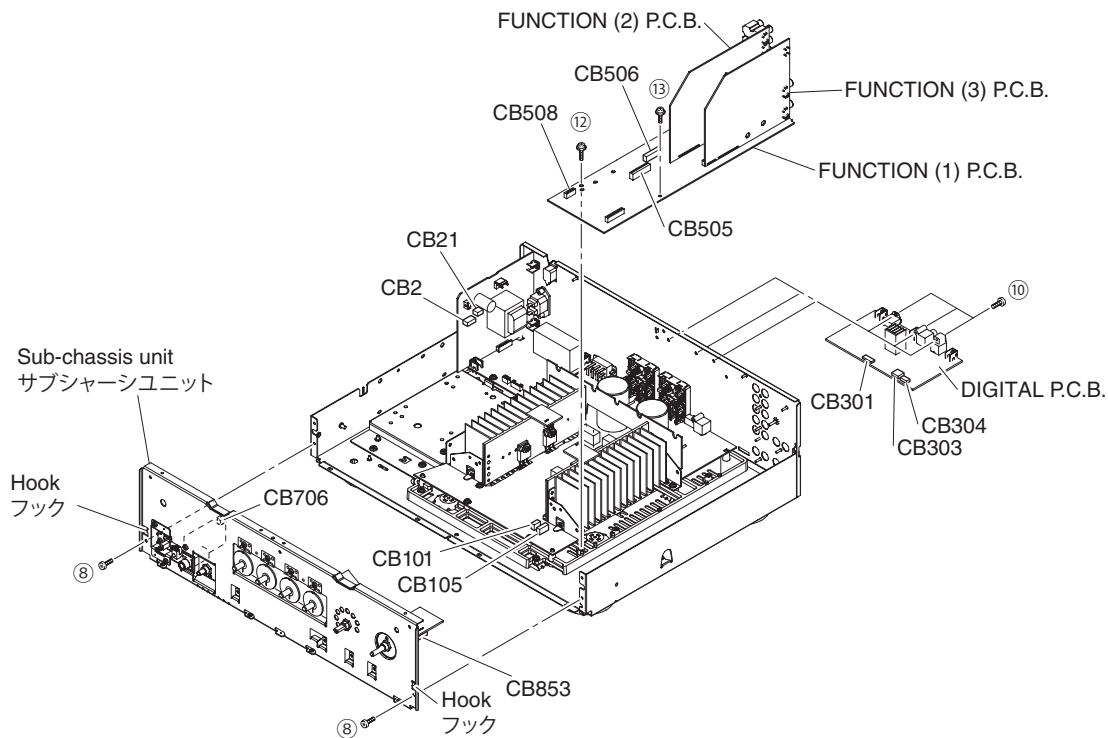
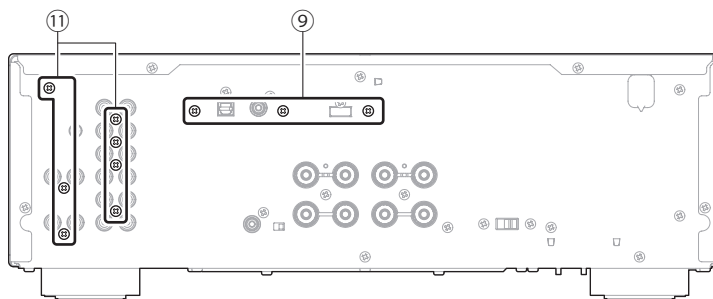

Fig. 2
Fig. 3
- Remove 2 screws (⑧). (Fig. 2)
- Remove CB505, CB508, CB706 and CB853. (Fig. 2)
- Release 2 hooks and then remove the sub-chassis unit. (Fig. 2)
- Remove 3 screws (⑨). (Fig. 3)
- Remove 3 screws (⑩). (Fig. 2)
- Remove CB21, CB301, CB303 and CB304 and then remove the DIGITAL P.C.B. (Fig. 2)
5. Removal of FUNCTION (1)~(3) P.C.B.
- Remove 7 screws (⑪). (Fig. 3)
- Remove screw (⑫) and screw (⑬). (Fig. 2)
- Remove CB2, CB101, CB105 and CB404 and then remove the FUNCTION (1)~(3) P.C.B. (Fig. 2)
- ⑧のネジ2本を外します。(Fig. 2)
- CB505、CB508、CB706、CB853を外します。(Fig. 2)
- フック2箇所を外し、サブシャーシユニットを取り外します。(Fig. 2)
- ⑨のネジ3本を外します。(Fig. 3)
- ⑩のネジ3本を外します。(Fig. 2)
- CB21、CB301、CB303、CB304を外し、DIGITAL P.C.B.を外します。(Fig. 2)
5. FUNCTION (1)~(3) P.C.B.の外し方
- ⑪のネジ7本を外します。(Fig. 3)
- ⑫のネジ1本、⑬のネジ1本を外します。(Fig. 2)
- CB2、CB101、CB105、CB404を外し、FUNCTION (1)~(3) P.C.B.を一緒に取り外します。(Fig. 2)